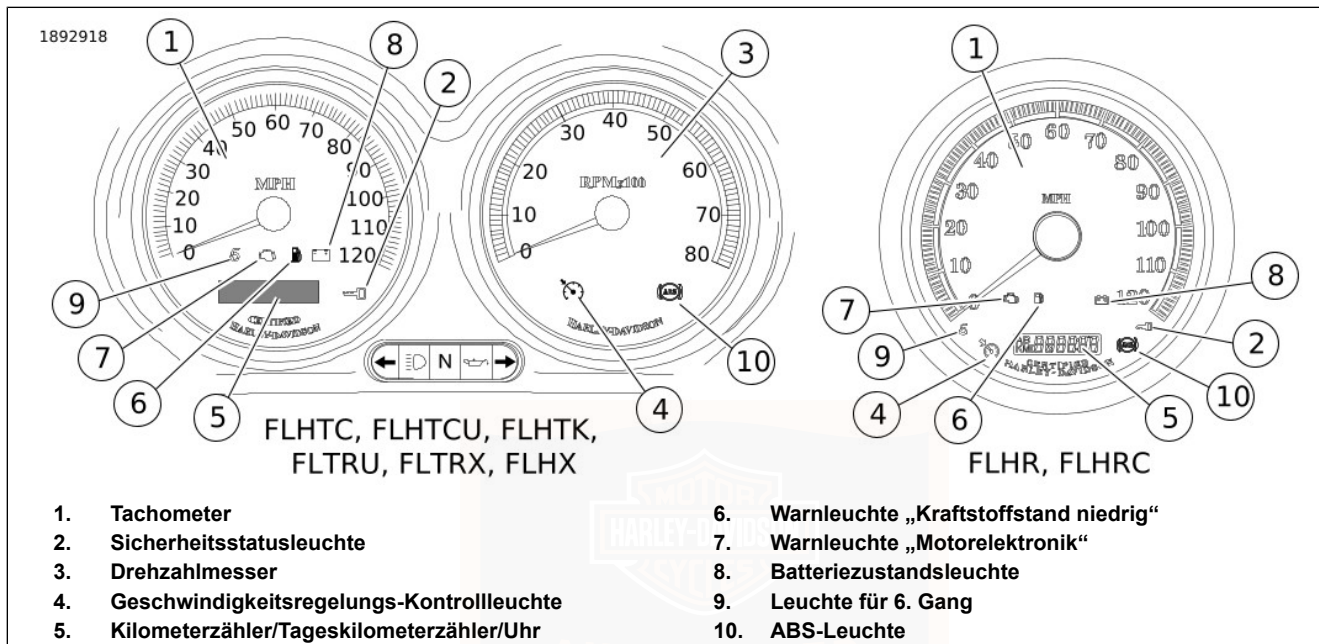

Abbildung 10. Instrumentenbeleuchtung
Siehe Abbildung 10. Die Warnleuchte „Motorelektronik“ befindet sich am unteren Rand des Tachometerbereichs. Sie zeigt an, ob der Motor bzw. das Motor-Management-System
Siehe Abbildung 10. Die Warnleuchte „Kraftstoffstand niedrig“ befindet sich auf dem Tachometer im mittleren unteren Bereich neben der Warnleuchte „Motorelektronik“. Die Warnleuchte „Kraftstoffstand niedrig“ leuchtet auf, wenn nur noch etwa 3,8 L (1.0 USgal) Benzin im Tank vorhanden sind. Die Farbe der Warnleuchte „Kraftstoffstand niedrig“ ist orange.
Siehe Abbildung 10. Die rote Batterielade-Kontrollleuchte zeigt an, ob die Batterie überladen oder nicht ausreichend geladen ist. Siehe WARTUNG UND SCHMIERUNG > BATTERIE: ALLGEMEINES (Seite 206).
- Siehe Abbildung 10. Eine grüne oder orange Leuchte auf dem Drehzahlmesser oder Tachometer zeigt an, ob die Geschwindigkeitsregelung AKTIVIERT (grün) oder NICHT AKTIVIERT (orange) ist.
Siehe Abbildung 10. Die Leuchte für den 6. Gang auf der Tachometeroberfläche zeigt an, wenn das Getriebe im 6. Gang ist.
Siehe Abbildung 10. Die rote Sicherheitsstatusleuchte im Tachometer zeigt an, ob das Sicherheitssystem scharfgeschaltet ist. Siehe FREISPRECH-SICHERHEITSMODUL > HARLEY-DAVIDSON SMART-SICHERHEITSSYSTEM (Seite 133).
Siehe Abbildung 10. Bei Modellen, die mit ABS ausgerüstet sind, zeigt die gelbe ABS-Kontrollleuchte beim EINSCHALTEN der Zündung durch Blinken an, dass das System betriebsbereit ist. Sie blinkt, bis das Motorrad eine
1. Siehe Abbildung 10. Den CRUISE-Schalter drücken, um die Geschwindigkeitsregelung zu aktivieren. Das orange Symbol auf dem Geschwindigkeitsregelungsschalter leuchtet auf, wenn dieser eingeschaltet ist.